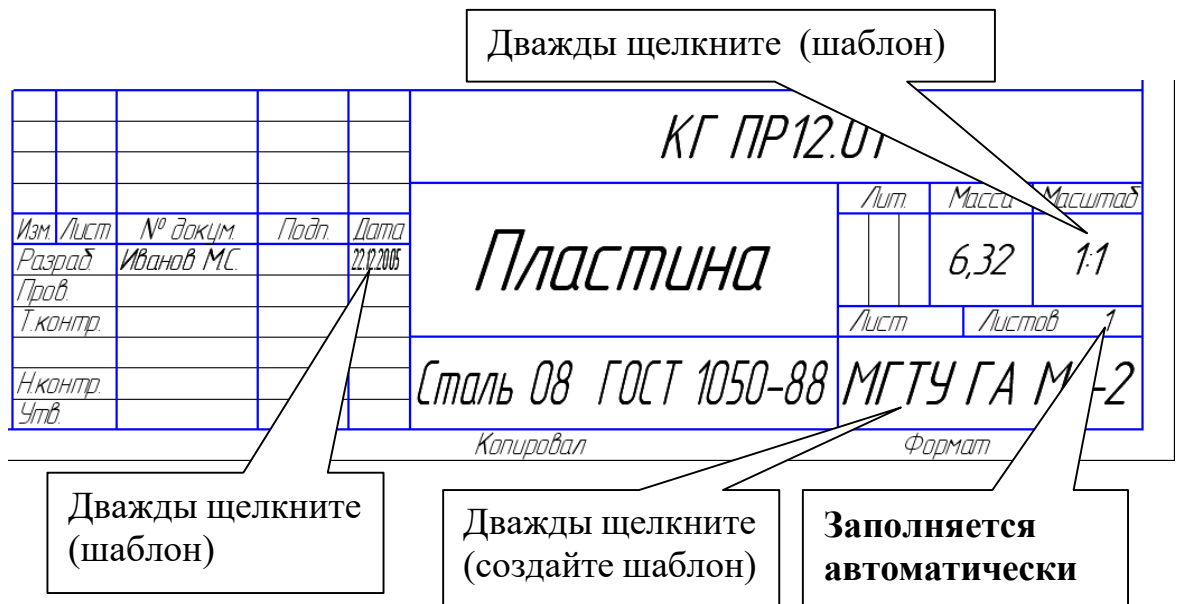

Рис. 26
• Заполните основную надпись. Частично некоторые графы заполнены, так как информация содержалась в свойствах пространственной модели. В меню выберите **Вставка – Основная надпись** или дважды щелкните по основной надписи. Заполните графу «Обозначение», рис. 26.
После вызова текстового шаблона (дважды щелкните в графе основной надписи) для создания шаблона МГТУ ГА М2-1, рис. 26, выберите **Вставка** – **Шаблон**, выполните необходимую надпись и нажмите **Вставить в документ** (можно двумя щелчками). При создании шаблонов желательно создавать свои разделы, а в них шаблоны (**Вставка – Раздел**).